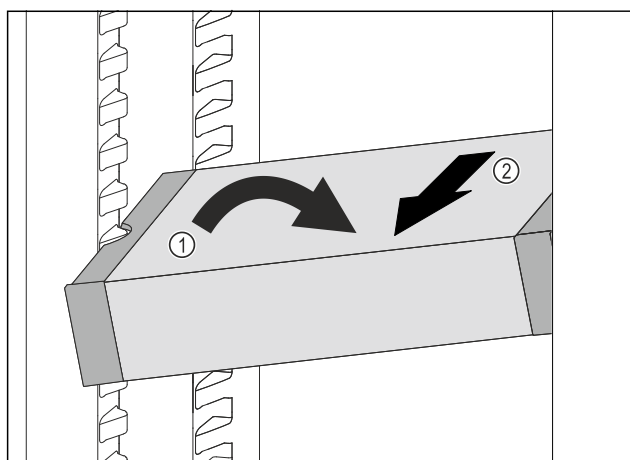

Fig. 180
- ▶ Расположите VarioSafe в холодильном отделении под наклоном. Fig. 180 (1)
- ▶ Извлеките VarioSafe движением вперед. Fig. 180 (2)